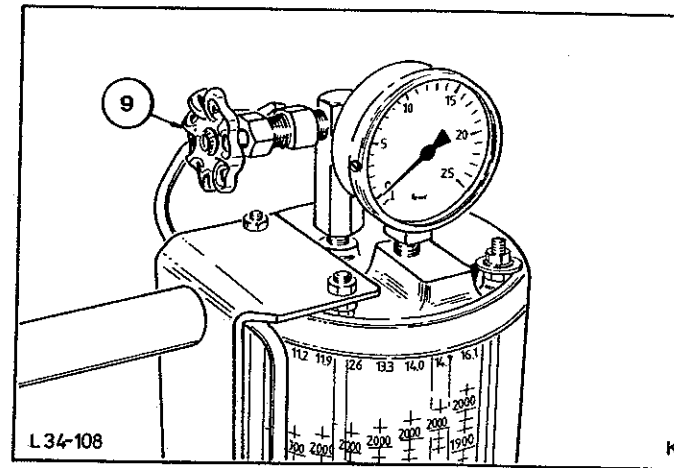

Abb.21 Füllventil (9)
Sollte der Flaschendruck zum Füllen des Zylinders nicht ausreichen, kann das sich im Zylinder aufbauende Druckpolster durch Öffnen der Ventile (9), Abb.21, und (6) oder (7) abgelassen werden. Dann strömt weiter flüssiges Kältemittel nach.